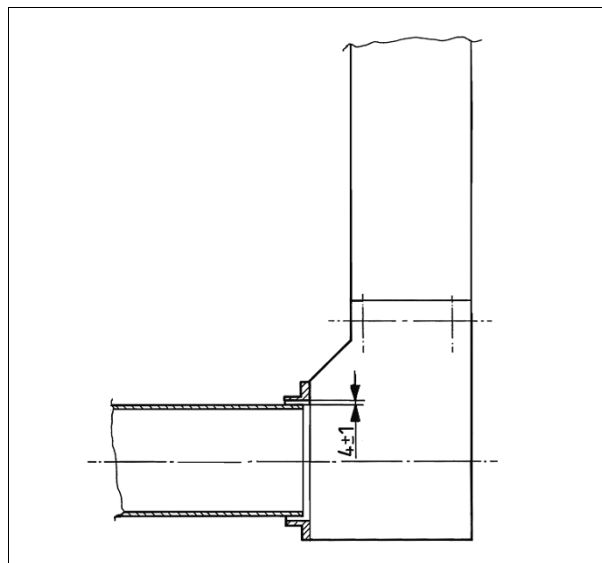

Рис. 3.
- Отрегулируйте желоб элеватора так, чтобы между трубой шнека и входным отверстием элеватора *рис. 3* обеспечивался зазор  $4 \text{ mm} \pm 1 \text{ mm}$ .